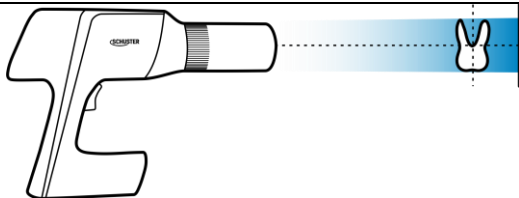

Fig. 63
a. Na técnica do paralelismo, o Sensor é posicionado paralelamente ao plano do eixo do dente com a ajuda de um posicionador (Fig. 63) e o feixe de raios X deve ser perpendicular à superfície de captura do Sensor e o plano do dente. O ponto focal do gerador de raios X deve ser posicionado a uma distância de, aproximadamente, 40cm do sensor (Fig 63);